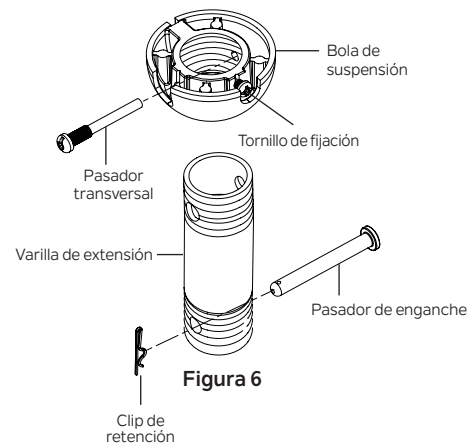

Figura 6
**Paso 3.** Retire el clip de retención y el pasador de enganche del conjunto de bola/varilla de extensión. Retire la bola de suspensión del conjunto de bola/varilla de extensión aflojando el tornillo de fijación de la bola de suspensión (no lo retire), desatornillando y quitando el pasador transversal y desatornillando la bola de suspensión de la varilla de extensión. (Figura 6)